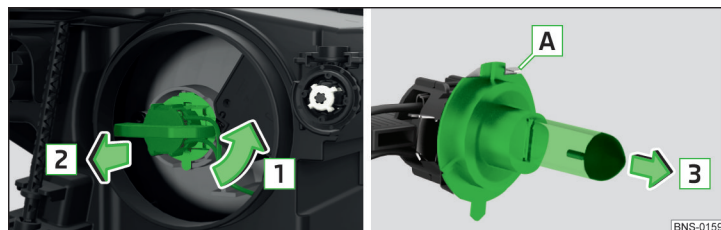

Fig. 371 Înlocuirea becului luminii de întâlnire
- › Rotiți conectorul, împreună cu becul cu incandescentă, în sensul săgeții **1** » fig. 371.